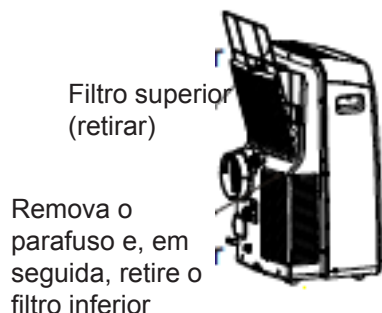

Fig. 23
- Remoção - Esta unidade tem dois filtros. Retire o filtro superior ao longo do sentido da seta (Fig. 23) e, em seguida, retire o filtro para baixo.
Remova o filtro inferior desapertando o parafuso, retirando para baixo o filtro conforme ilustrado na Fig.23.